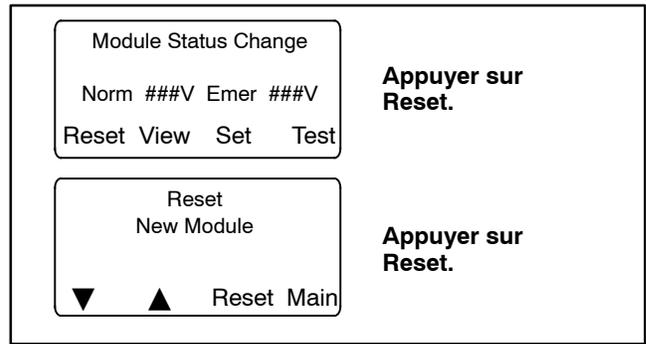

Figure 1-22 Menus après connexion d'un module
L'installation ou la reconnexion d'un ou plusieurs modules accessoires produit le message Module Status Change. Voir Figure 1-22. Appuyer sur la touche Reset pour afficher Reset New Module (Réinitialiser nouveau module). Appuyer sur la touche Reset depuis ce menu. Le contrôleur reconnaît le(s) type(s) de module. Voir Figure 1-23.
8. Fermer la porte de l'enceinte et rebrancher l'alimentation du CTA. L'écran affiche *Module Status Change*. Voir Figure 1-22.